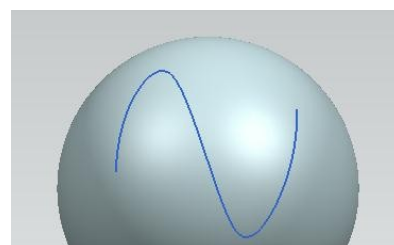

рис.75
- Аналогично кривую можно разместить и на кривой грани твердого тела (рис.75).